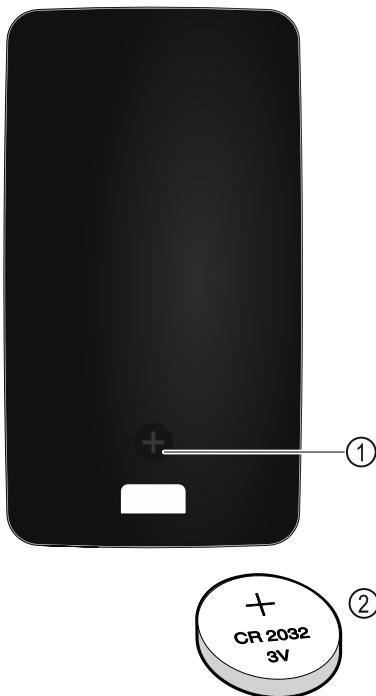

Fig. 255
Электропитание пульта дистанционного управления осуществляется через аккумуляторную батарею типа CR 2032 с 3В Fig. 255 (2), которую можно приобрести в специализированных магазинах.
- Выкрутите винт Fig. 255 (1) на обратной стороне пульта дистанционного управления.